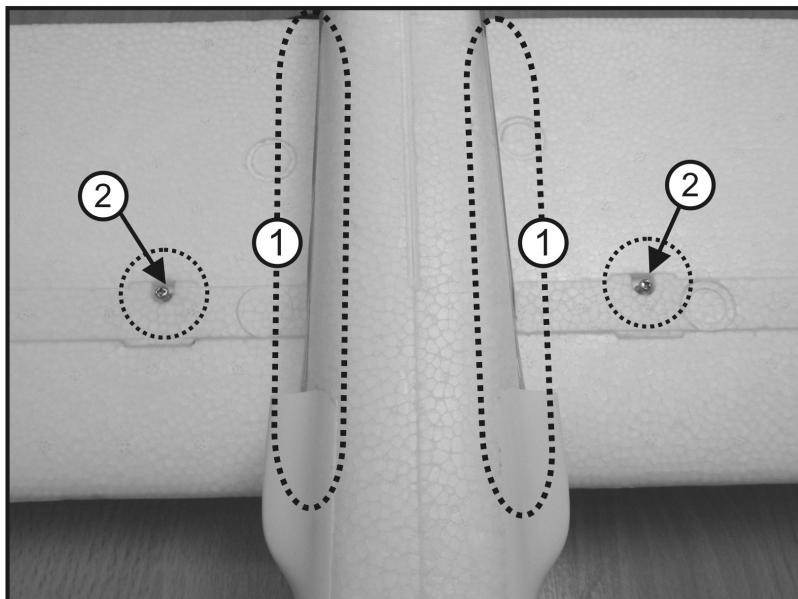

Figure 5
Pour ce faire, glissez le raccord fourni pour les surfaces portantes (2) dans l'une des surfaces portantes (1). Le raccord des surfaces portantes devra respectivement être fixé au moyen d'une vis après avoir emboîté les surfaces portantes. Pour le montage du raccord des surfaces portantes, ces vis doivent éventuellement légèrement être dévisées lors du premier montage (voir figure 5).